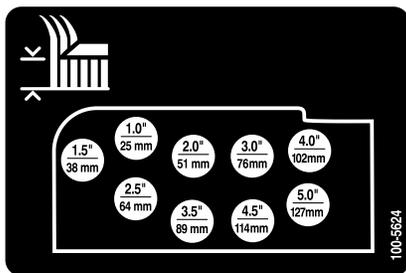

Bild 19
6. Montieren Sie die Schnitthöhenketten im gewünschten Schnitthöhenloch (Bild 19) und befestigen Sie sie mit dem Splint und dem Lastösenbolzen.